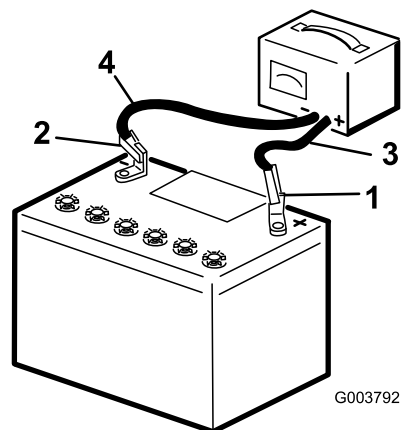

Figura 37
3. Caricate la batteria per 10 o 15 minuti a 25 – 30 A o 30 minuti a 4 – 6 A (Figura 37). Non sovraccaricate.
4. Quando la batteria è completamente carica, staccate il caricabatterie dalla presa elettrica e scollegate i cavi di ricarica dai poli della batteria (Figura 37).